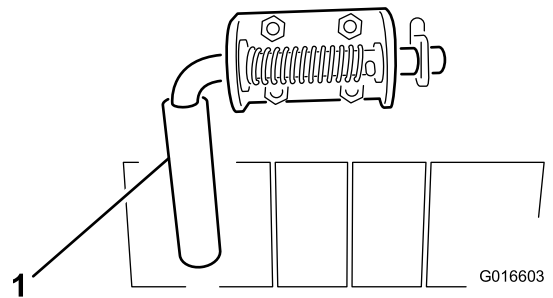

Figure 4
Pour dégager la trémie ou ouvrir le verrou de la trémie (Figure 4), tirez sur la poignée et tournez-la vers le haut ou le bas pour engager la goupille de verrouillage derrière la butée.
3. Retirez la goupille de verrouillage du levier, serrez le verrou et levez le levier pour ouvrir le coupleur (Figure 4).